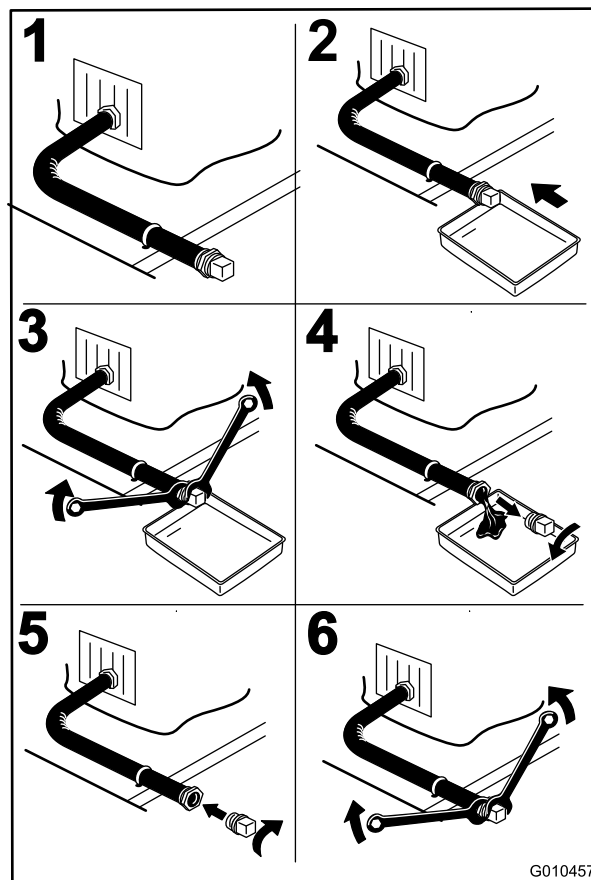

Figura 40
4. Prima di scendere dal posto di guida dell'operatore, spegnete il motore, togliete la chiave di accensione e attendete che si fermino tutte le parti in movimento (Figura 40).